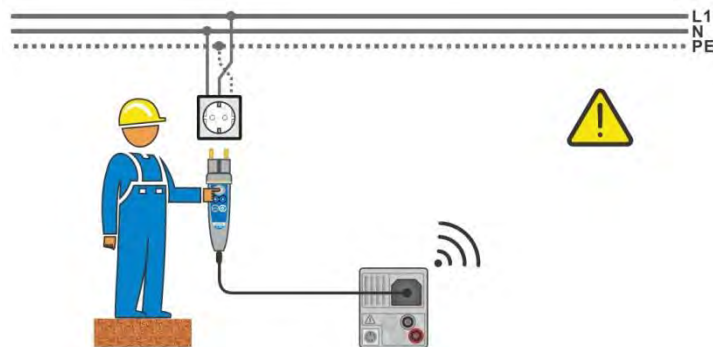
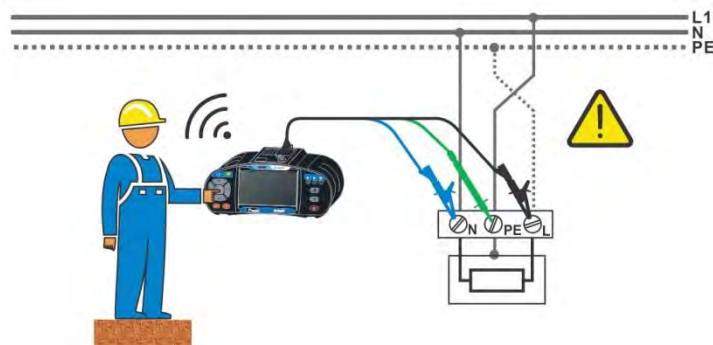

Abbildung 1.1: Vertauschte Leiter L und PE (Commander-Prüfstecker)
Abbildung 1.2: Vertauschte Leiter L und PE (Anbringung der Dreileiter-Prüfleitung)
- › Schließen Sie die Prüfleitungen am Prüfling an., siehe **Abbildung 1.1** und **Abbildung 1.2**.